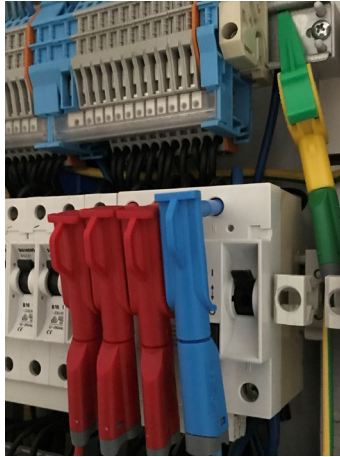

Abbildung 2: Beispielanschluss Spannungspfad
4. Anschluss der Krokodilklemme an PE Schiene und der blauen Magnetspitze an einen Neutralleiter, z.B. die Schrauben eines Sicherungsautomaten (Abb. 2)
5. Anschluss der Magnetspitzen an den Spannungspfad, z.B. die Schrauben eines Sicherungsautomaten (Abb. 2). **Achten Sie darauf, dass die jeweilige Spule bzw. der jeweilige Klappwandler zur Phase des Spannungspfad passt (Spule bzw. der Klappwandler L1 zu Phase L1 usw.)**